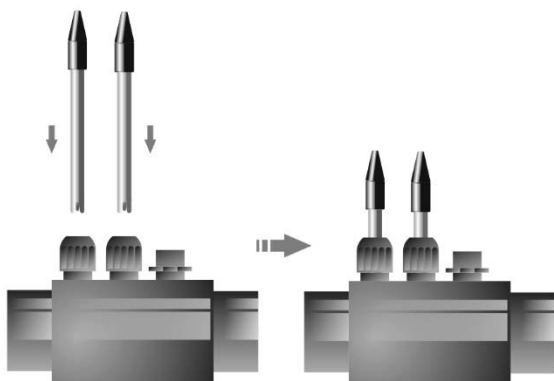

Fig. 2a
1. Inserire i sensori di pH e ORP forniti con l'apparecchiatura nelle corrispondenti sedi del porta-sonde. (Fig. 2a)